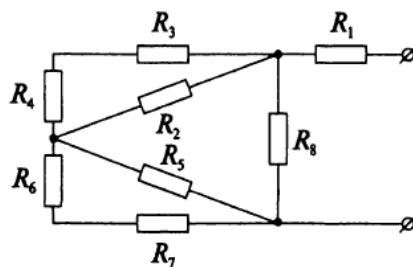

Рис. 2
3. Определить эквивалентное сопротивление цепи (рис. 2), состоящей из резисторов каждый по 12 Ом.